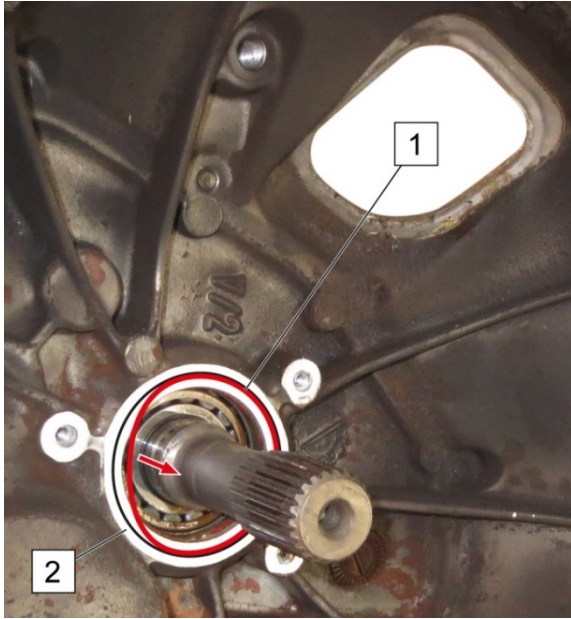

Fig. 1: Dichtring (1) entfällt / Sealing ring (1) omitted / Bague d'étanchéité (1) supprimée / El anillo obturador (1) se retira
2. Falls vorhanden: Dichtring (1) entfernen und entsorgen (Fig. 1).
3. Anlagefläche am Getriebe (2) von Schmutz und Dichtmaterialresten reinigen (Fig. 1).
2. If present: Remove and dispose of sealing ring (1) (Fig. 1).
3. Clean contamination and residual sealing material from the contact surface on the transmission (2) (Fig. 1).
2. Le cas échéant : retirez la bague d'étanchéité (1) et l'éliminez (fig. 1).
3. Éliminer les saletés et les restes de produit d'étanchéité de la surface d'appui au niveau de la boîte de vitesses (2) (fig. 1).
2. De estar disponible: retire el anillo obturador (1) y deséchelo (fig. 1).
3. Limpie la superficie de contacto de la caja de cambios (2) de suciedad y restos de material sellante (fig. 1).